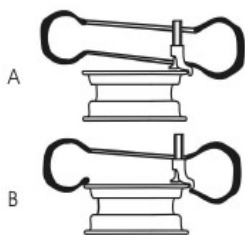

Рис. 22
- Отрегулируйте относительное положение между шиной монтажной головкой, чтобы борт шины был напротив монтажной головки. За монтажной головкой борт покрывки должен располагаться на монтажной головке (рис. 22-А). Перед монтажной головкой борт покрывки должен располагаться на набалдашнике монтажной головки (рис. 22-В).